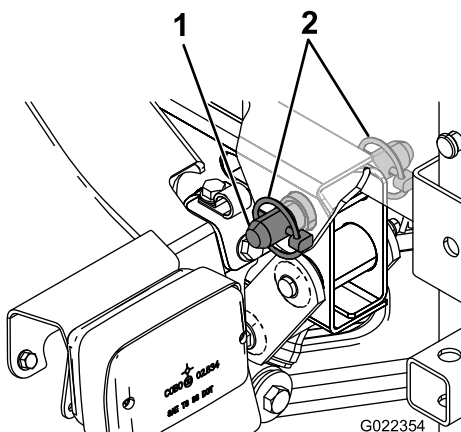

Figura 10
5. Aliniați găurile din consolele pivot din partea din spate a ansamblului saniei rezervorului cu găurile din tubul pivot al platformei de la capătul cadrului vehiculului (Figura 10).
6. Instalezi un tift conic cu cap i gaură pentru cui spintecat i 2 tifturi de prindere pe consola pivot pentru a fixa ansamblul rezervorului pe cadru (Figura 10).